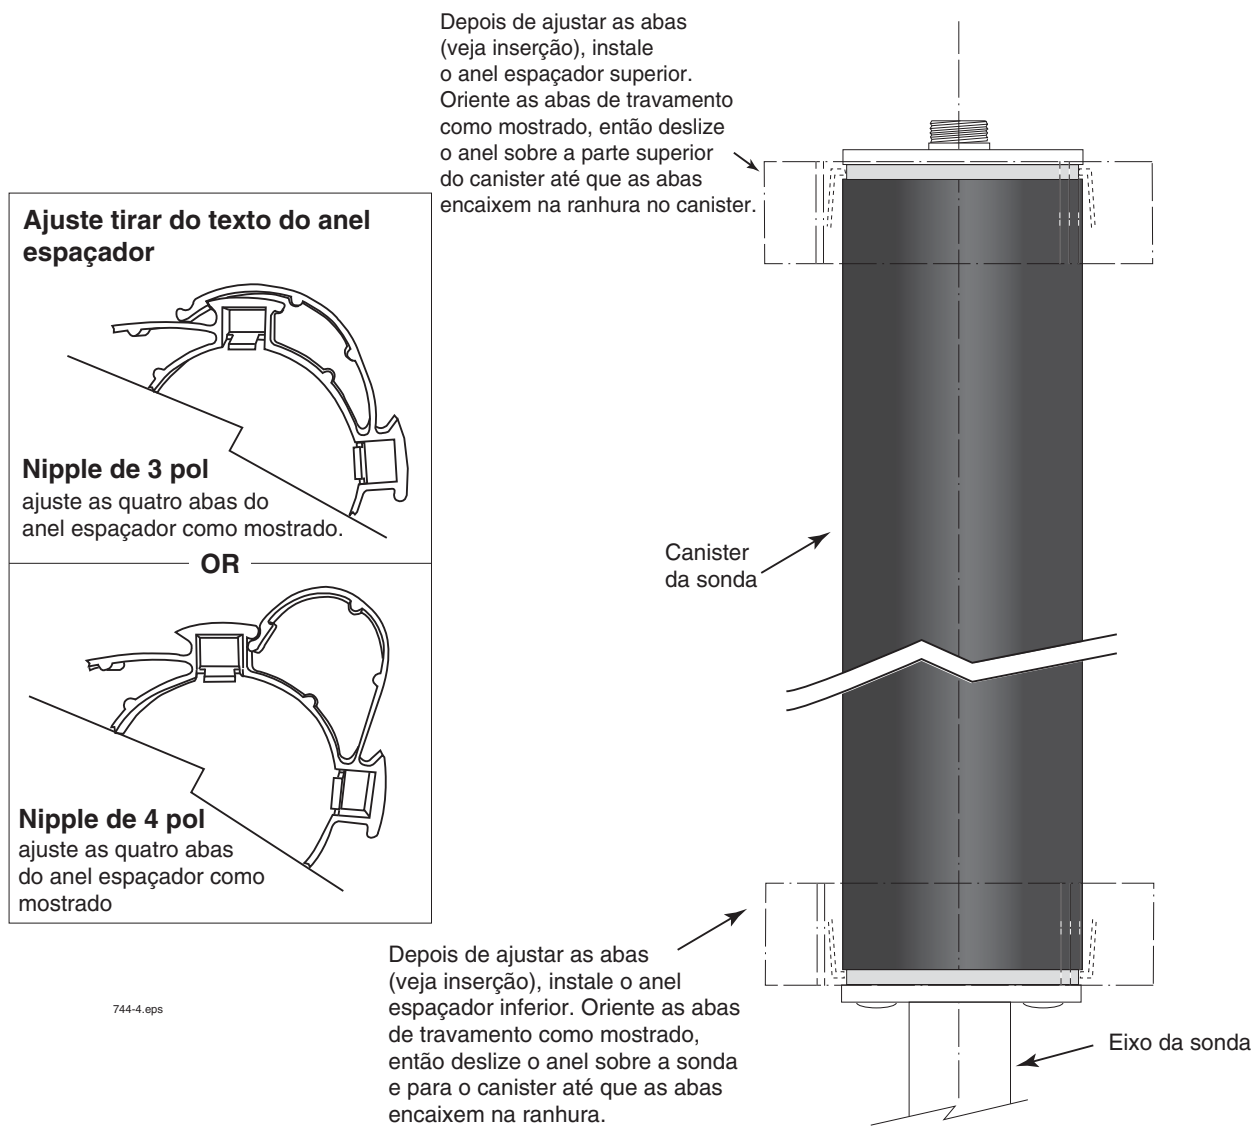

Figura 10. Instalação de anéis espaçadores do canister da sonda Mag Plus
2. Ajuste as abas espaçadoras para um nipple de 3 e 4 pol (consulte a Figura 10) conforme necessário. Instale os dois anéis espaçadores no canister no sonda Mag Plus, como mostra a figura a seguir. Observação: é preciso deslizar o espaçador inferior sobre a sonda Mag Plus e em direção à extremidade inferior do canister.